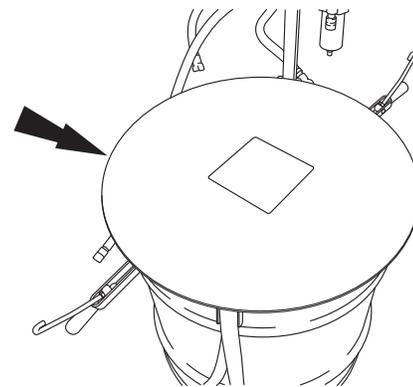

Figure 23
3. Retirez le support de la membrane d'étanchéité et collez la membrane sur le dessus du sac à cendres. Voir Figure 23.